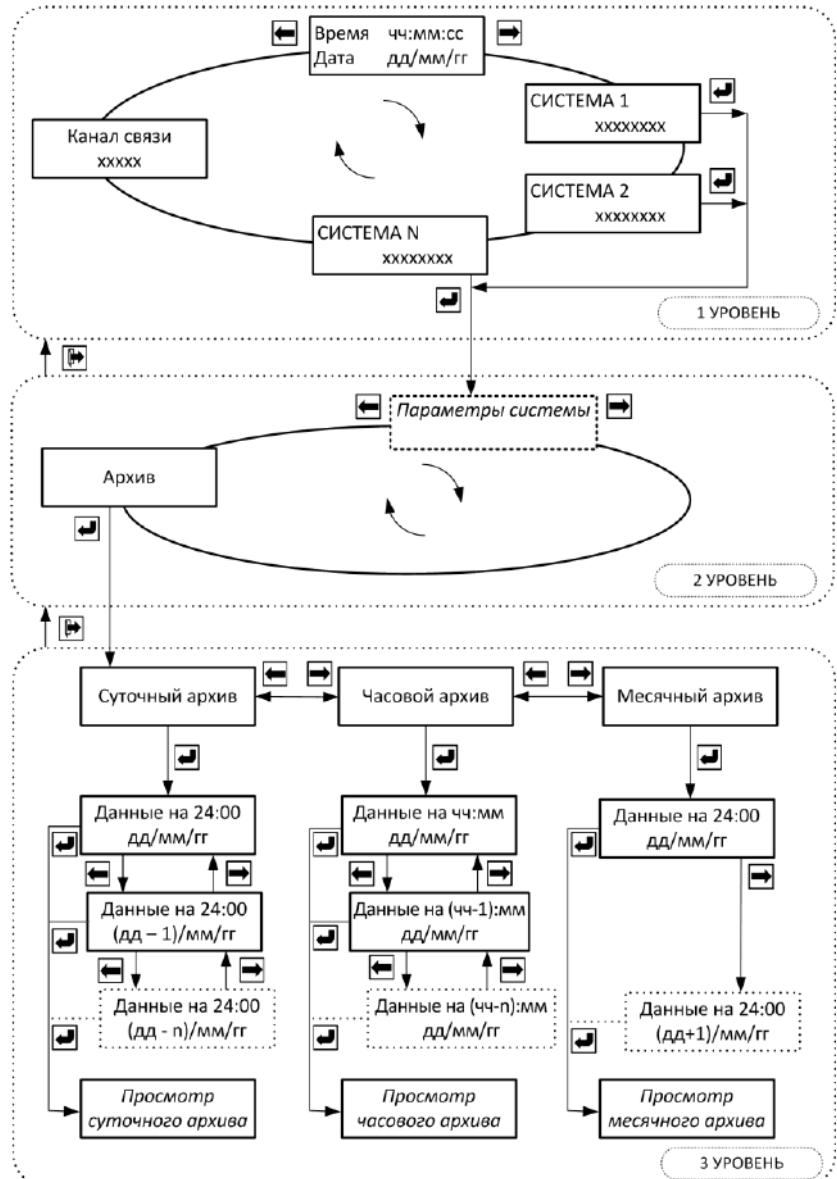

Рис. 9.2 Режим «Рабочий»
9.3.5 Порядок перехода между окнами режима «Рабочий» изображен на рис. 9.2.
9.3.6 Порядок перехода между окнами при просмотре суточного архива изображен на рис. 9.2а. Просмотр месячного архива аналогичен, за исключением того, что в месячном архиве температуры не вычисляются и для просмотра не выводятся.
Рис. 9.2а Просмотр архива по суткам, месяцам